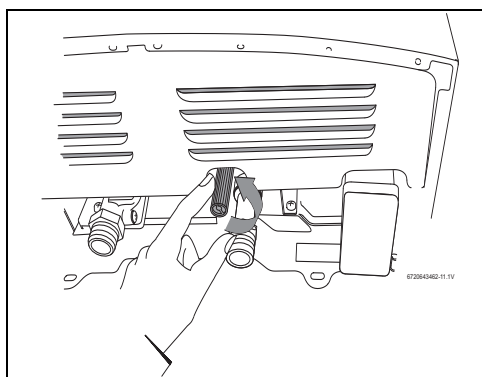

Fig. 12 Parafuso de sobrepressão
- ▶ Desaperte o parafuso de sobrepressão situado no tubo de entrada de água (Fig. 12).